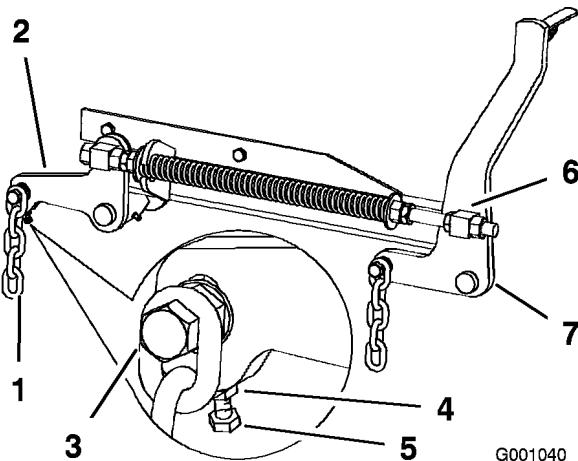

Figure 72
7. Si la distance mesurée au point **B** ou **C** n'est pas correcte, desserrez le boulon de fixation de la chaîne arrière au bras de support arrière (Figure 72).
réglage de manière à obtenir une distance de 79 à 83 mm (Figure 72).
7. Desserrez d'environ 13 mm les écrous de blocage à l'avant des pivots avant gauche et droit (Figure 72).
8. Réglez les écrous de relevage sur les côtés gauche et droit de la machine de manière à abaisser l'avant de 6 à 10 mm au point **A** par rapport au point **B** à l'arrière (Figure 72).